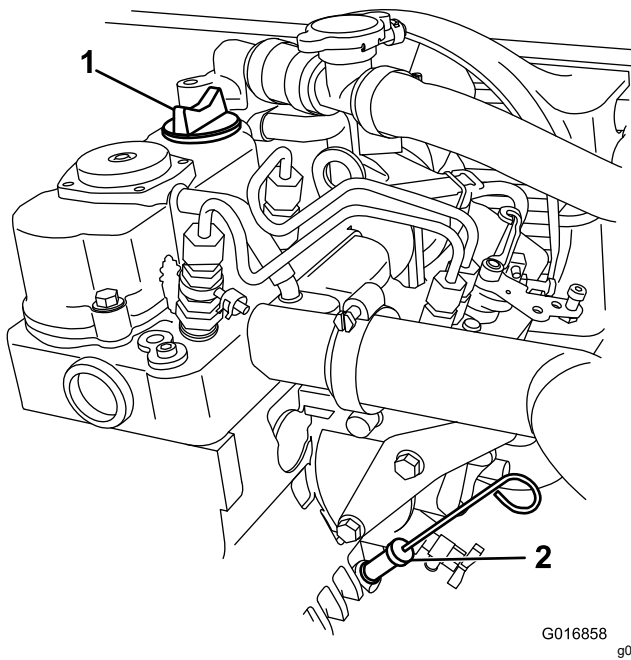

Bild 19
3. Reinigen Sie den Bereich um den Ölpeilstab (**Bild 19**), damit kein Schmutz in das Peilstabrohr gelangen und den Motor beschädigen kann.
5. Stecken Sie den Ölpeilstab vollständig in das Peilstabrohr (Bild 19).
6. Ziehen Sie den Peilstab wieder heraus und prüfen Sie das Stabende (Bild 19).
7. Stecken Sie den Ölpeilstab vollständig ein (Bild 19).